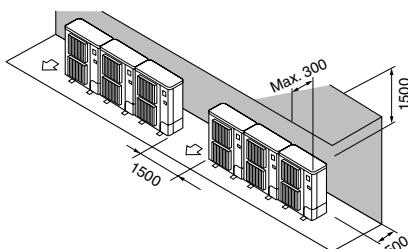

Fig. 2-9
② Enbart hinder på baksidan och ovansidan (Fig. 2-9)